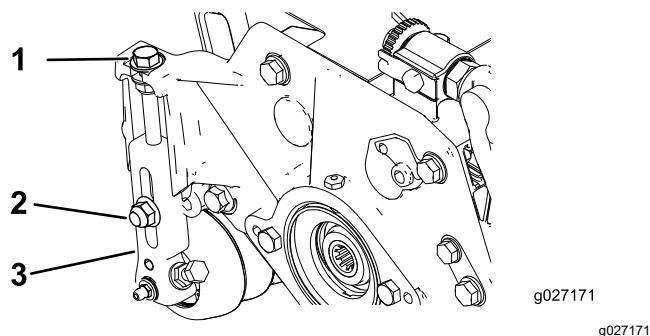

Figura 15
1. Slăbiți contrapiulițele care fixează consolele pentru înălțimea de tăiere de plăcile laterale ale unității de tăiere (Figura 15).